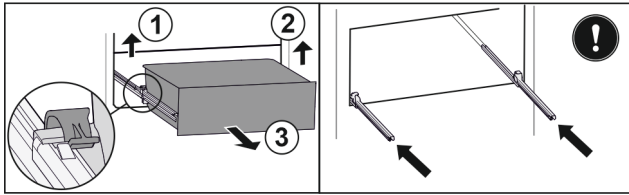

Fig. 84
- ▶ Sollevare il morsetto sinistro e allo stesso tempo tirare in avanti il cassetto sinistro. Fig. 84 (1)
- ▶ Sollevare il morsetto destro e allo stesso tempo tirare in avanti il cassetto destro. Fig. 84 (2)
- ▶ Rimuovere il cassetto tirandolo in avanti. Fig. 84 (3)